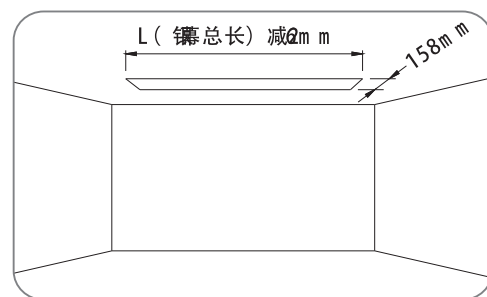
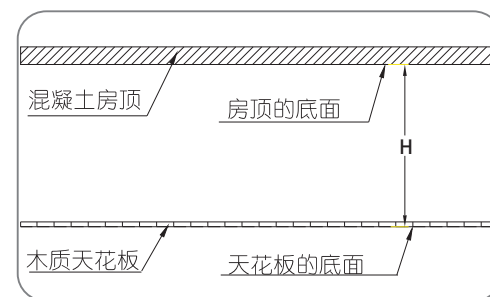

图1
图2
1.选定安装银幕的位置，在该处的天花板上锯开一个长方形的槽，其尺寸按图1所示；准确测量混凝土房顶的底面到天花板的底面高度距离H（图2）